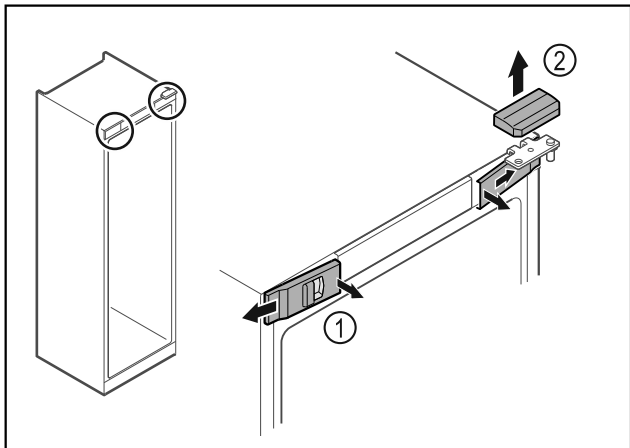

Fig. 9
- ▶ Откопчайте предните капаци Fig. 9 (1) отвътре и свалете настрани.
- ▶ Свалете горния капак Fig. 9 (2) нагоре.